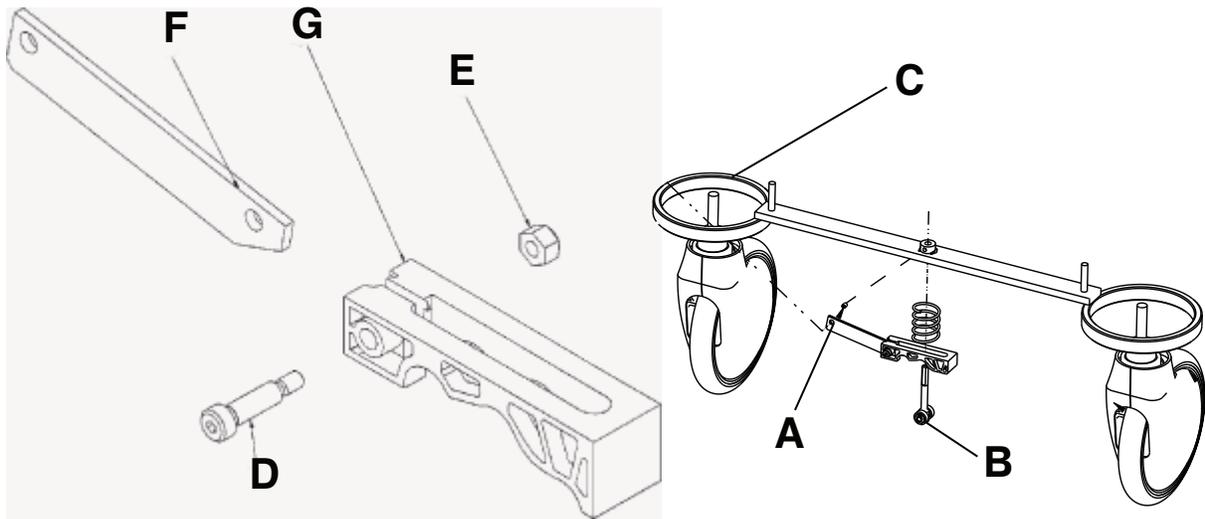

Figure 3 – Remplacement de la came de frein
3. À l'aide d'une clé à 6 pans de 3/32 po, desserrer la vis de blocage (A) qui fixe le réglage du frein (B) à la bague de frein (C) (Figure 3). Tourner le réglage du frein (B) dans le sens horaire pour le retirer. Conserver le réglage du frein.